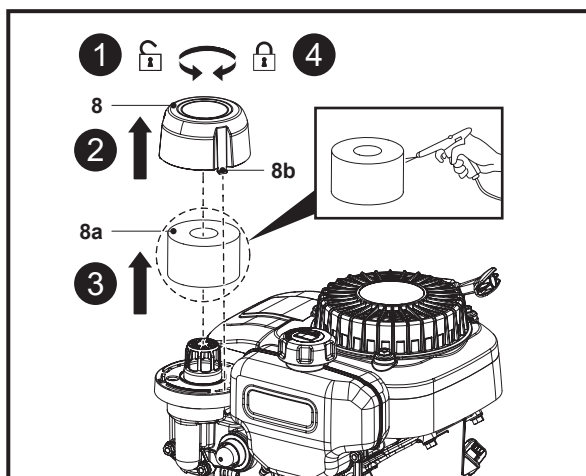

Fig. 19
2. Ține și rotește capacul filtrului de aer (8) în sens antiorar pentru a-l desface, apoi scoate-l (Fig. 19, pașii 1, 2).
3. Scoate filtrul de aer (8a) din bază și lovește-l ușor de o suprafață solidă sau purjează-l folosind un pistol de aer cu presiune pentru a îndepărta praful (Fig. 19, pasul 3).
5. Aliniaza cele două cleme de blocare (8b) cu fantele de pe baza filtrului de aer și montează la loc capacul (8), apoi rotește-l în sens orar pentru a-l fixa (Fig. 19, pasul 4).